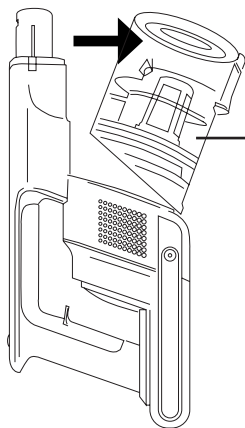

Fig.3
- Wyjąć pojemnik na kurz, pociągając go na zewnątrz bez potrzeby naciskania na jakikolwiek przycisk. (Fig.3)